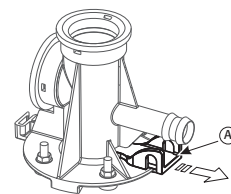

Fig. 9.e
- Active el dispositivo mecánico que está debajo del cilindro (ver part. A fig. 9.e).